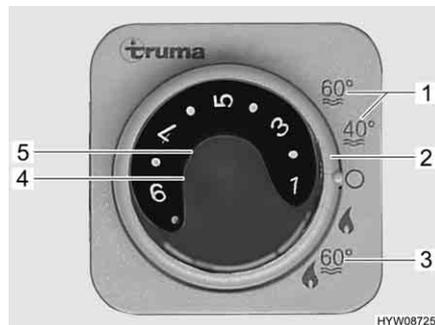

Fig. 121 Centralina di controllo per riscaldamento/boiler
Il boiler si accende dalla centralina di controllo (Fig. 121) con l'interruttore girevole (Fig. 121,2).
Durante il funzionamento invernale "Riscaldamento e boiler" (Fig. 121,3) accendendo il riscaldamento viene riscaldata automaticamente anche l'acqua nel boiler. Quando il riscaldamento si spegne al raggiungimento della temperatura ambiente desiderata, il boiler continua a riscaldare l'acqua, fino a quando questa raggiunge la temperatura impostata.
Durante il funzionamento estivo (Fig. 121,1) l'acqua nel boiler viene riscaldata soltanto fino a 40 °C o 60 °C. L'acqua si riscalda a 60 °C in ca. 25 minuti. La spia di controllo gialla (Fig. 121,4) si accende durante la fase di riscaldamento del boiler.
L'alimentazione di tensione per il boiler non può essere interrotta interrompendo l'alimentazione a 12 V sul pannello di controllo. A seconda del modello, in caso di guasto si accende la spia di controllo rossa (Fig. 121,5) sulla centralina di controllo (vedi capitolo 14).
- Sulla centralina di controllo (Fig. 121) posizionare l'interruttore girevole (Fig. 121,2) su "Funzionamento estivo" (Fig. 121,1).
La spia di controllo gialla (Fig. 121,4) si accende durante la fase di riscaldamento. Al raggiungimento della temperatura dell'acqua desiderata, la fase di riscaldamento termina e la spia di controllo gialla si spegne.
- Sulla centralina di controllo (Fig. 121) posizionare l'interruttore girevole (Fig. 121,2) su "0".